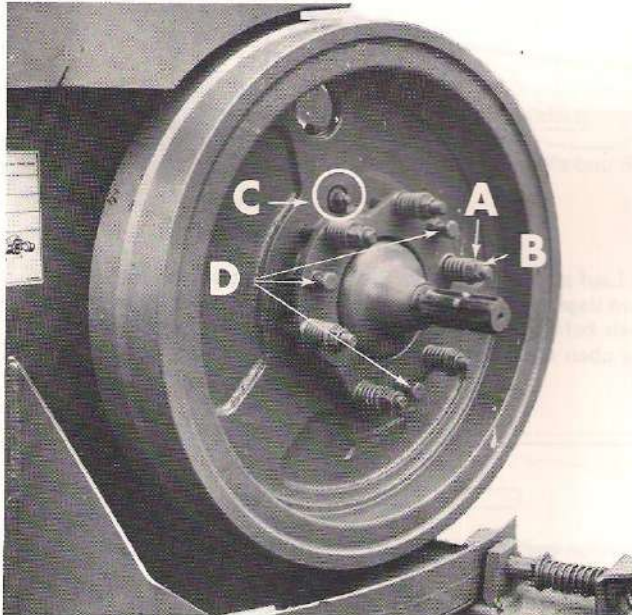

Fig. 24
- a – boulons de cisaillement (fig. 24 et 25 Rep. C)
Si la friction est trop dure ou trop lâche, régler la pression des ressorts par les écrous (Rep. A et B fig. 24).
Avant chaque mise en route s'assurer que les disques ne sont pas "collés". Serrer les vis (Rep. D fig. 24) pour décoller les disques, tourner la prise de force manuellement, puis desserrer les 3 vis (Fig. 24 Rep. D) en laissant 5 mm entre leur extrémité et le volant.
- a – Shear bolts (fig. 24 and 25 Ref. C)
Whenever the clutch drags or slips, adjust the tension of springs by nuts (réf. A and B, fig. 24)
Before each season check that friction plates are not stuck. Tighten screws (Réf. D fig. 24) to free the plates, rotate manually the PTO shaft and loosen the 3 screws (Fig. 24 Réf. D) leaving a 5 mm play between the flywheel and the screws ends.
- a – Scherbolzen (Abb. 24 und 25 C)
Wenn der Widerstand zu leicht oder zu schwer ist, den Federdruck mit Hilfe der Muttern entsprechend einstellen (A und B Abb. 24). Vor jeder Inbetriebnahme sich vergewissern, dass die Scheiben nicht kleben. Die Schrauben (D Abb. 24) anziehen, um die Scheiben zu lösen, die Gelenkwelle von Hand drehen, dann die 3 Stellschrauben (Abb. 24 D) lösen. 5 mm Spiel zwischen deren Ende und dem Schwungrad lassen.
- a – Tornillos de cizalladura (fig. 24 y 25, ref. C)
Si la fricción resulta fuerte o floja, reglar la presión de los muelles con las tuercas (ref. A y B fig. 24).
Antes de toda puesta en marcha, verificar que los discos no están "pegados". Apretar los tornillos (ref. D, fig. 24) para despegar los discos, girar a mano la toma de fuerza, luego aflojar los tres tornillos (fig. 24, ref. D), dejando 5 mm entre su extremidad y el volante.